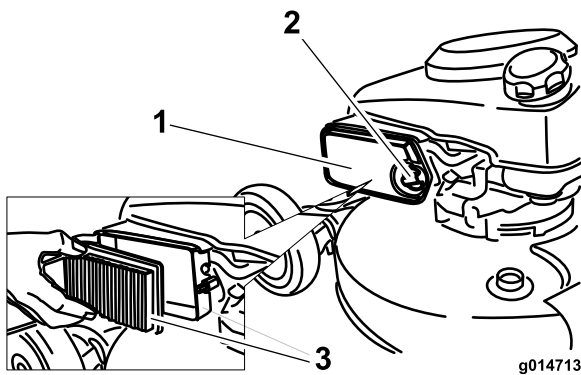

Figura 40
1. Utilice un destornillador para abrir la tapa del filtro de aire (Figura 40).
2. Cambie el filtro de aire (Figura 40).